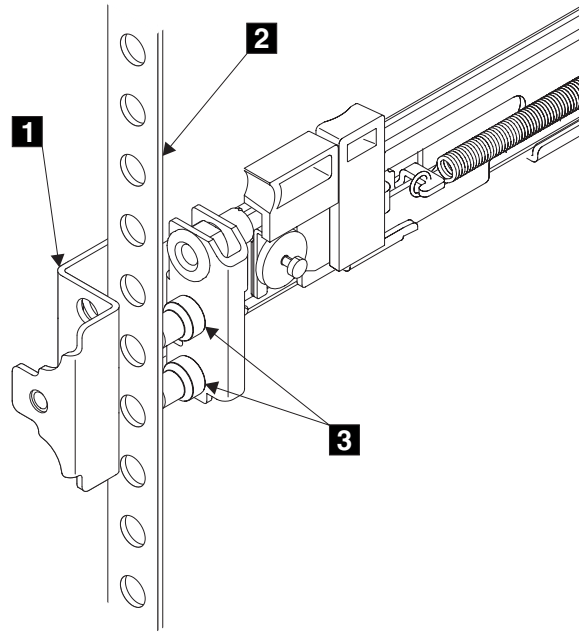

図 83. レールのフロントエンドの取り付け
9. 左レールのフロントエンドをラック・キャビネットに入れます。前部ブラケット **1** (237 ページの図 83) の上部を、ラック上の必要な EIA マーキングの位置に合わせます。